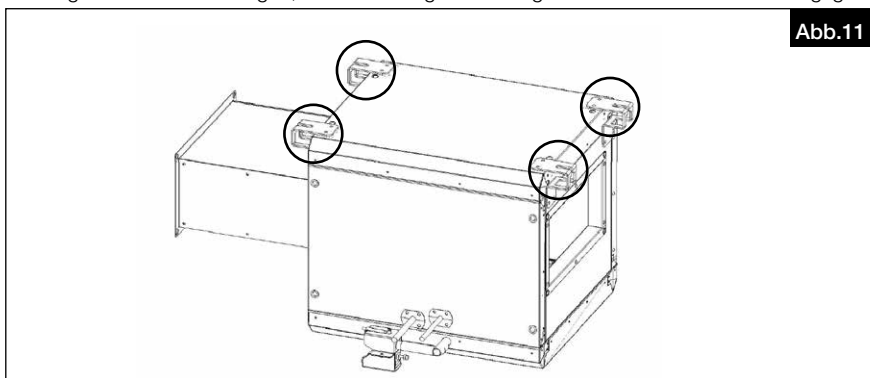

Abb.11
1. Das Change-Over-Register DX hat 4 Befestigungshalter für die Montage (s. Abb.11). Das Change-Over-Register DX mit diesen Befestigungshaltern unter zur Hilfenahme der Gummidämpfer aufhängen. Vor dem Aufhängen Dich-